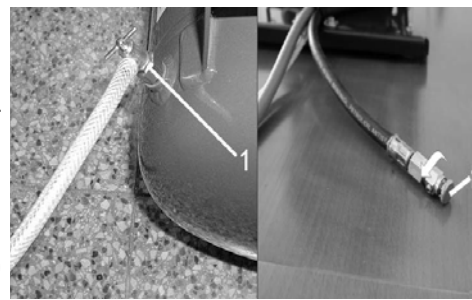

Рис.14
Компрессоры (Рис.14, Рис.15)
В том случае, если компрессор не будет применяться длительное время, рекомендуется слить конденсат из напорного резервуара и компрессор потом запустить в эксплуатацию примерно на 10 минут с открытым клапаном для слива конденсата (1) (Рис.14, Рис.15). Потом выключить компрессор выключателем (3) на реле давления (2) (Рис.13), закрыть клапан для слива конденсата и отсоединить оборудование от электросети.
- Отсоединить оборудование от электросети. Выпустить давление воздуха в напорном резервуаре, открывая клапан для выпуска конденсата (1) (Рис.14 Рис.15).